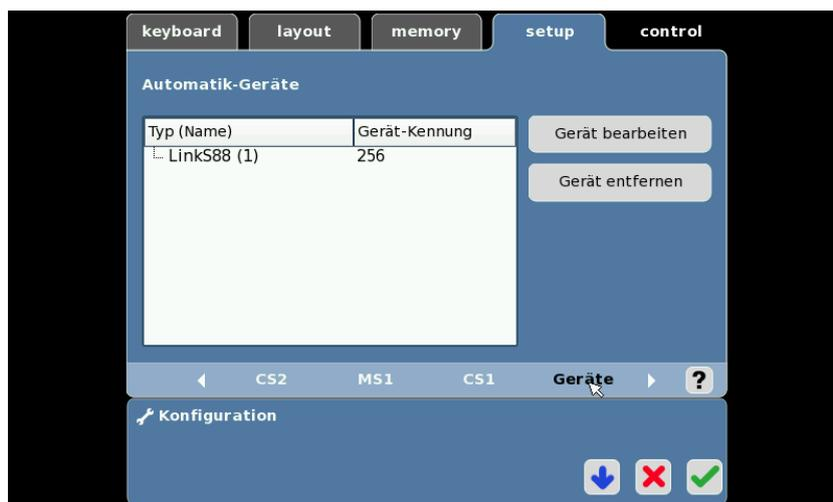

Abbildung 12-8: Der Terminaladapter als Automatik-Gerät
Im Konfigurationsmenü der CS2® (siehe Abbildung 12-8) wird der Terminaladapter angezeigt. In der Regel steht beim Neustart der CS2® bei **<Typ (Name)>** „LinkS88 (1)“. Hier kann auch ein anderer Automatik-Kenner vergeben werden, dies sollte allerdings der CS2® vorbehalten bleiben.